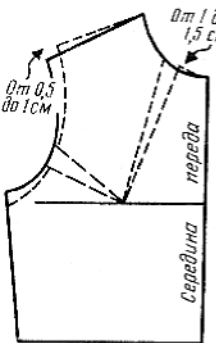

Рис. 361
2. Две маленькие вытачки от бокового среза (рис. 361). Для построения этих вытачек разделите ве личину раствора исходной вытачки пополам, проведите горизонталь через точку P и по обе стороны от нее проведите две горизонтали на расстоянии одна от другой 2-3 см длиной 6-9 см. Проведите вторые линии вытачек в соответствии с полученной величиной их растворов.
Для лифа с цельнокроеными рукавами, рукавами покроя реглан или кимоно проведите штриховые линии, как показано на рис. 361 (построение таких рукавов рассматривается ниже).